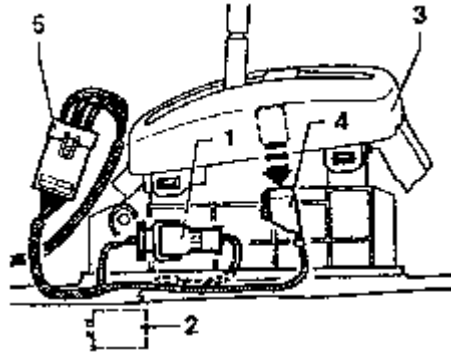

图 8-17 拆卸 Tiptronic
(1) Tiptronic 的拆卸
- ①拆下副仪表板和加长部分。
- ②如图 8-17 所示，拆开变速杆锁止磁铁 2 的插头连接 1（隐藏的）。